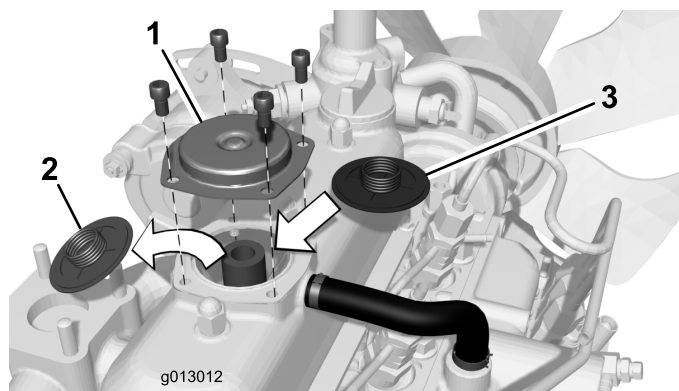

Figura 1
3. Limpie cuidadosamente la tapa del respiradero y la zona colindante de la tapa de la válvula (Figura 1).
4. Retire los 4 tornillos que sujetan la tapa del respiradero a la tapa de la válvula (Figura 1). Retire la tapa del respiradero.
Importante: Para evitar que caiga contaminación en el motor, retire cualquier residuo de la válvula usada antes de retirarla del orificio de la tapa de la válvula (Figura 1).
5. Retire la válvula del respiradero usada del orificio de la tapa de la válvula (Figura 1).